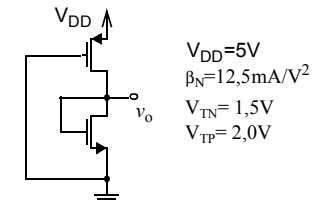

Figura 3
- 3.- En el circuito de la Figura 3, calcular el valor de β_p sabiendo que la corriente I_S es de 50mA. Calcular también el valor de v_o y la potencia aportada por la fuente de alimentación.